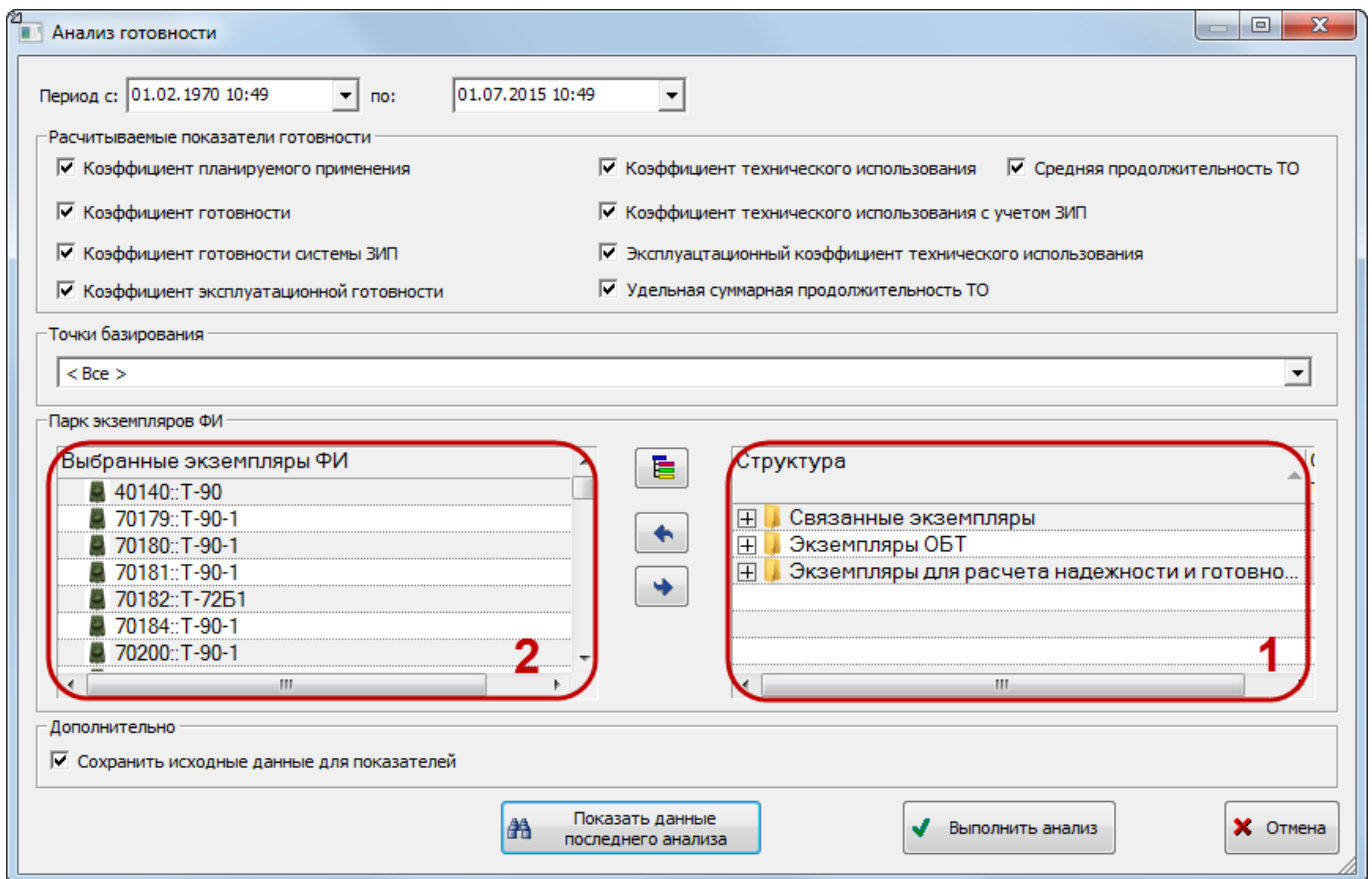

Рис. 29-22 – Диалоговое окно «Анализ готовности»
- 4) В результате открывается диалоговое окно «Анализ готовности» (рис. 29-22).
5) Для выбора экземпляров ФИ в правой части окна (1 на рис. 29-22) выделить нужные экземпляры ФИ и переместить их с помощью кнопки  в левую часть окна (2 на
рис. 29-22). Кнопка  используется для удаления экземпляров ФИ из левой части окна. Для того чтобы раскрыть содержимое всех папок в правой части окна, нажать кнопку .
13) Для того чтобы более подробно отобразить исходные данные, использовавшиеся при расчете готовности (при условии, что установлен флаг в поле «Сохранить исходные данные для показателей» в блоке «Дополнительно» (рис. 29-22)), необходимо навести курсор на ячейку с одним из рассчитанных значений показателей. Затем нажать правую кнопку мыши и выбрать нужный пункт из открывшегося контекстного меню (рис. 29-25).